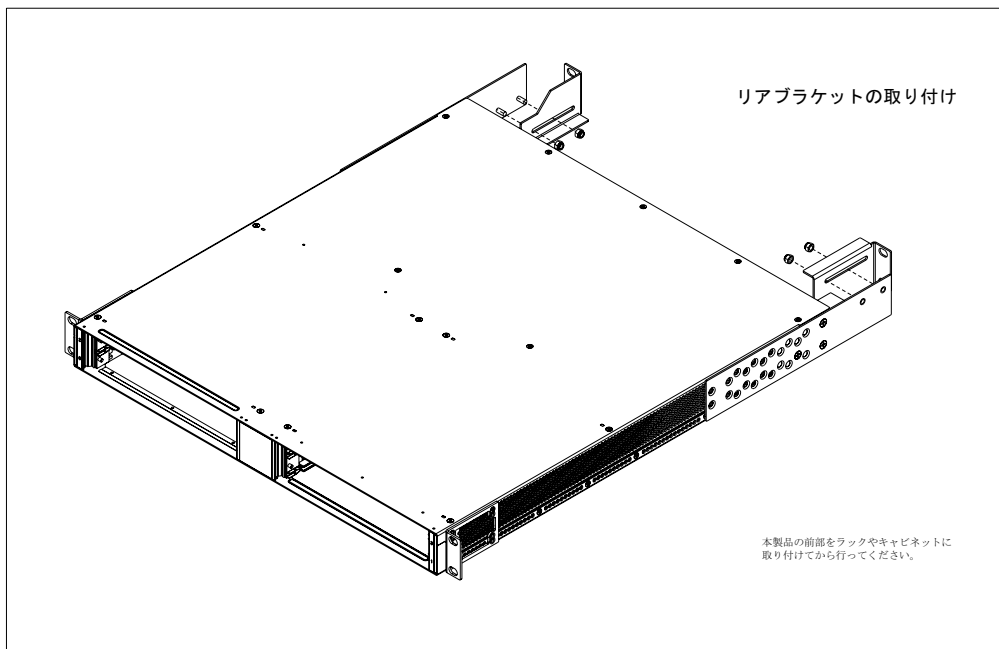

図 1-5 リアブラケットの取り付け
リアブラケットは図 1-5 に示すように、同じものを左右で回転させて使用します。製品背面から見ると、フランジが右側では下に、左側では上になるように取り付けます。こうすることにより、電源ユニットの取り外しのために必要なクリアランスを確保できます。
3. 背面の担当者が、図 1-5 のように、リアブラケットを取り付けます。ラック背面に対して水平になるようにブラケットを調整してください。背面のマウント用ネジをまわすときにある程度動くように、ナットは完全には締め付けしないでください。